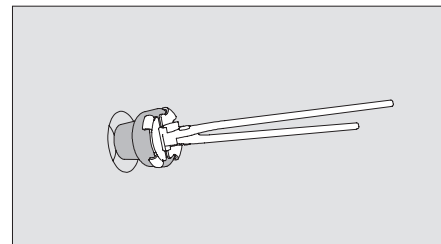

Fig. A5.17
2. Chiudere il foro di ancoraggio con un cono adatto, ad es. tappo conico per calcestruzzo PERI. (Fig. A5.17)